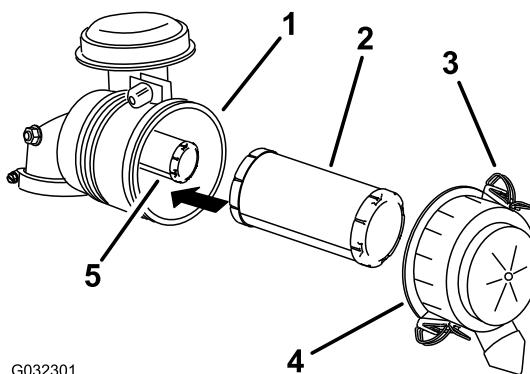

Figura 30
3. Abra los cierres del limpiador de aire y tire de la tapa de la entrada de aire para separarla del cuerpo del limpiador de aire (Figura 30).
5. Extraiga con cuidado el filtro primario del cuerpo del limpiador de aire (Figura 30).
2. Si va a cambiar el filtro de seguridad, deslícelo cuidadosamente en el cuerpo del filtro (Figura 30).
3. Deslice cuidadosamente el filtro primario por encima del filtro de seguridad (Figura 30).
4. Instale la tapa del limpiador de aire con el lado que lleva la palabra **up** hacia arriba, y fije los cierres (Figura 30).